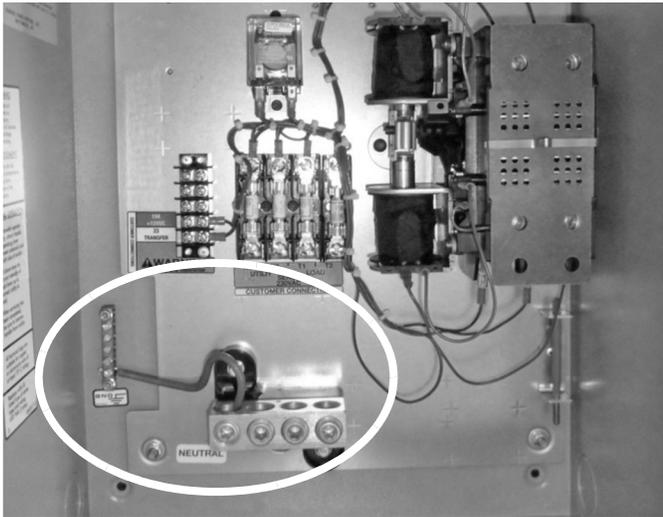

Figura 2-6.
10. Instale un cable puente entre el bloque de neutro provisto y la conexión a tierra (Figura 2-6).